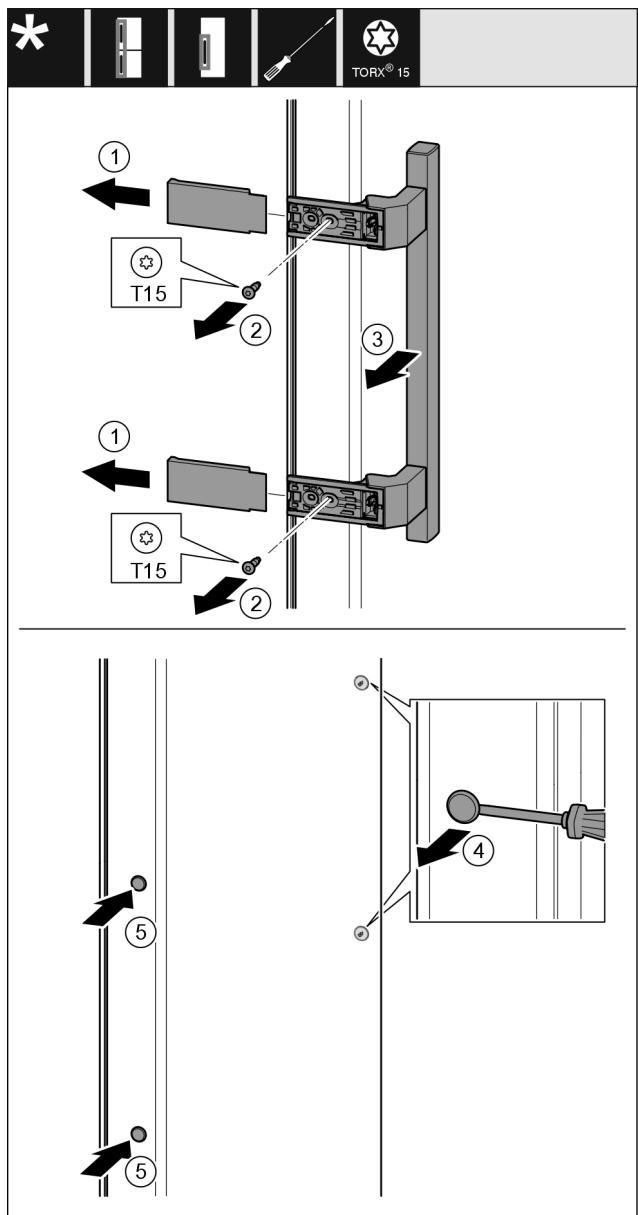

Fig. 18
- Abdeckung Fig. 18 (1) abziehen.
- Schrauben Fig. 18 (2) mit Schraubendreher herausdrehen.
- Griff Fig. 18 (3) abnehmen.
- Seitlichen Stopfen Fig. 18 (4) vorsichtig mit einem Schlitzschraubendreher anheben und herausziehen.
- Stopfen Fig. 18 (5) auf der anderen Seite wieder einsetzen.